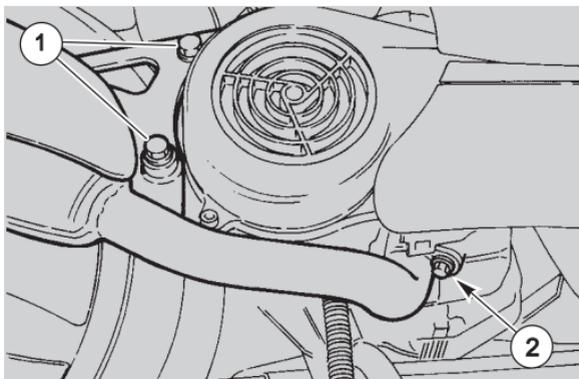

Abb. 33
- ◆ Den Auspufftopf ausbauen, die Befestigungsschrauben (1-Abb. 33) an den Motor und an den Zylinder (2-Abb. 33) ablegen, die Auspuffdichtung nicht dabei beschädigen.